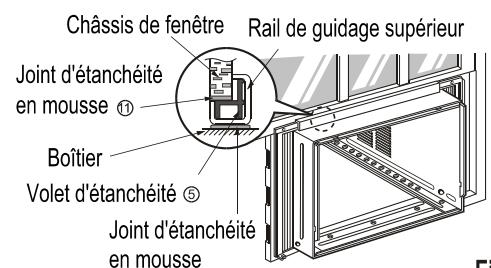

Fig. 2
2. Tout en retenant le boîtier, glissez l'appareil hors du boîtier en tirant vers l'avant sur la poignée du réceptacle d'eau. (Fig. 2)
2. Abaissez le châssis inférieur à l'arrière du rail de guidage supérieur jusqu'à ce qu'ils fassent (Fig. 2)
**NOTE:** Ne serrez pas le châssis de fenêtre au point où cela nuira au mouvement des volets d'étanchéité. ⑤